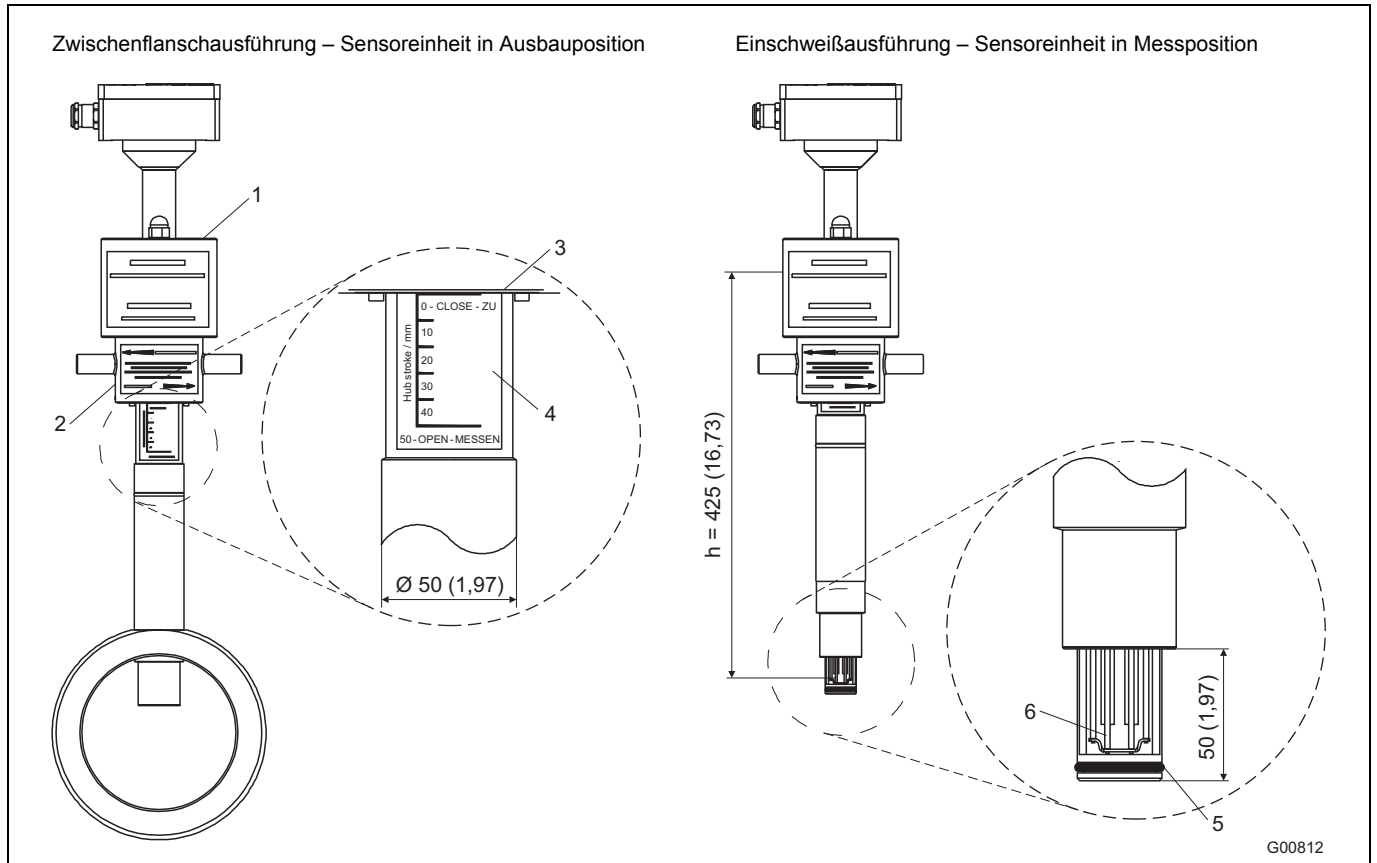
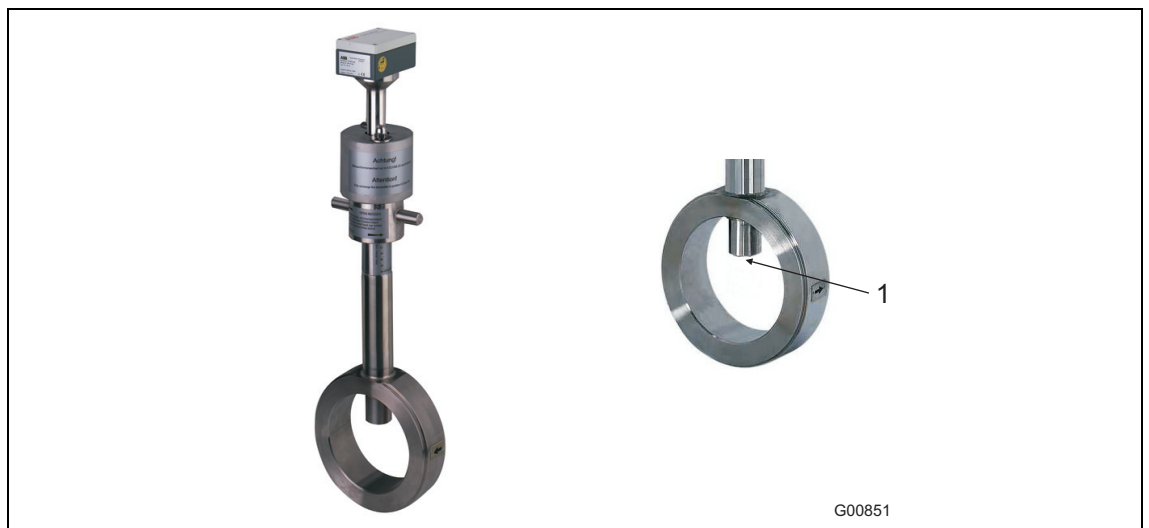
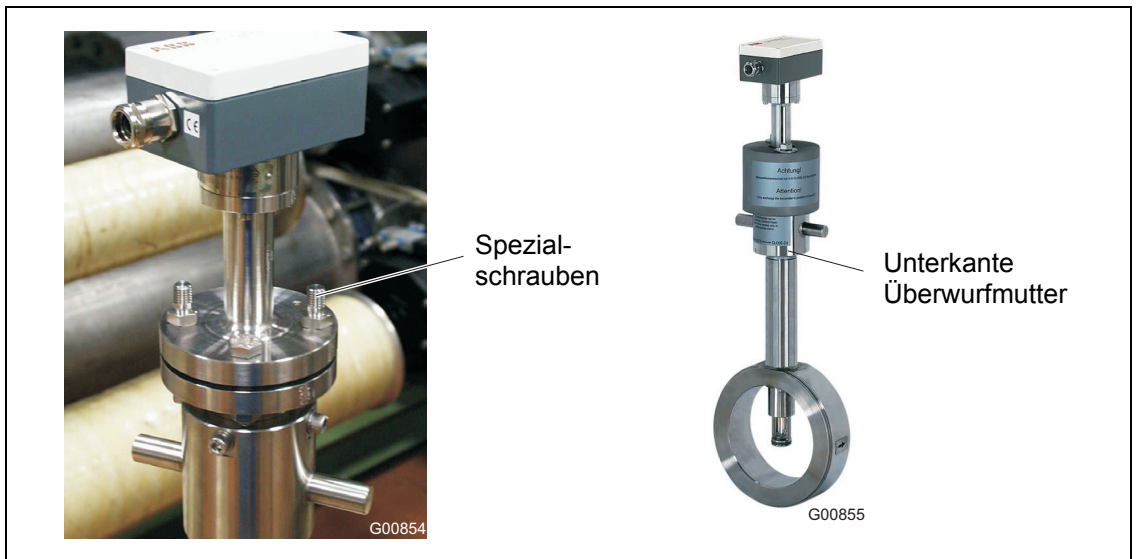

Abb. 9: Abmessungen in mm (inch)
Abb. 11: Wechsellvorrichtung in Ausbauposition
Abb. 14: Spezialschrauben für Schutzkappen
Die Wechsellvorrichtung ist für Druckbelastungen von max. 16 bar abs. ausgelegt. Um Austauschbarkeit zu den Standard-Rohrbauteilen der Bauform 1 zu gewährleisten, wurde die Zwischenflanschversion (Abb. 11) für DIN-Flansche DN 50 und DN 80 in Druckstufe PN 40 ausgeführt. Bei der Ausführung DN 65 in Druckstufe PN 16 sind Anschlussflansche mit 4 Schraubenlöchern zu verwenden. Zöllige Ausführungen 2 ... 8" sind für Anschlussflansche ASME B16.5 Cl.150 ausgelegt. Passende Messwertnehmerlängen siehe Abb. 9.
Abb. 11 (linkes Bild) zeigt die eingebaute Zwischenflanschversion der Wechsellvorrichtung in Ausbauposition. Das Führungsrohr befindet sich in der oberen Endstellung und verschließt somit die Sensyflow-Öffnung (rechtes Bild).
- Die Wechselvorrichtung muss sich in Ausbauposition befinden (Abb. 11), die Sensyflow-Öffnung ist abgedichtet.
- Messumformer in Wechselvorrichtung einschieben und verschrauben (2 Schrauben M12 sowie 2 verlängerte Spezialschrauben jeweils gegenüberliegend montieren (Abb. 14).
- Schutzkappen aufstecken und mittels Muttern an Spezialschrauben befestigen (Abb. 14).
- Messumformer mittels Überwurfmutter in Messposition drehen (Abb. 14). Die Unterkante der Überwurfmutter zeigt die Position des Messelementes an. Erst bei Erreichen der Messposition 50 - OPEN - MESSEN (unterer Anschlag der Überwurfmutter) befinden sich die Messelemente in Rohrleitungsmitte und können genaue Werte liefern (siehe Detail A in Abb. 9).
- Wechsellvorrichtung mittels Überwurfmutter in Ausbauposition drehen. (Oberer Anschlag der Überwurfmutter, Schriftzug 0 - CLOSE - ZU muss sichtbar sein; (siehe Detail A in Abb. 9).